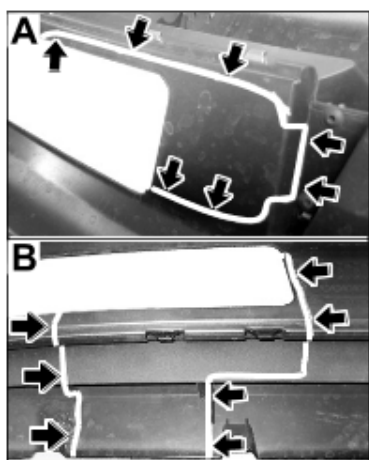

Рис. 22
В случае механического тягово-сцепного устройства – остальные страны – достаточно серийного выреза в облицовке задней части кузова (⇒ Рис. 22, белая поверхность) для шаровой головки.
4.2.1 Обрисовать штампованную отметку в соответствии с вариантом тягово-сцепного устройства на внутренней стороне облицовки задней части кузова карандашом > Рис. 22.